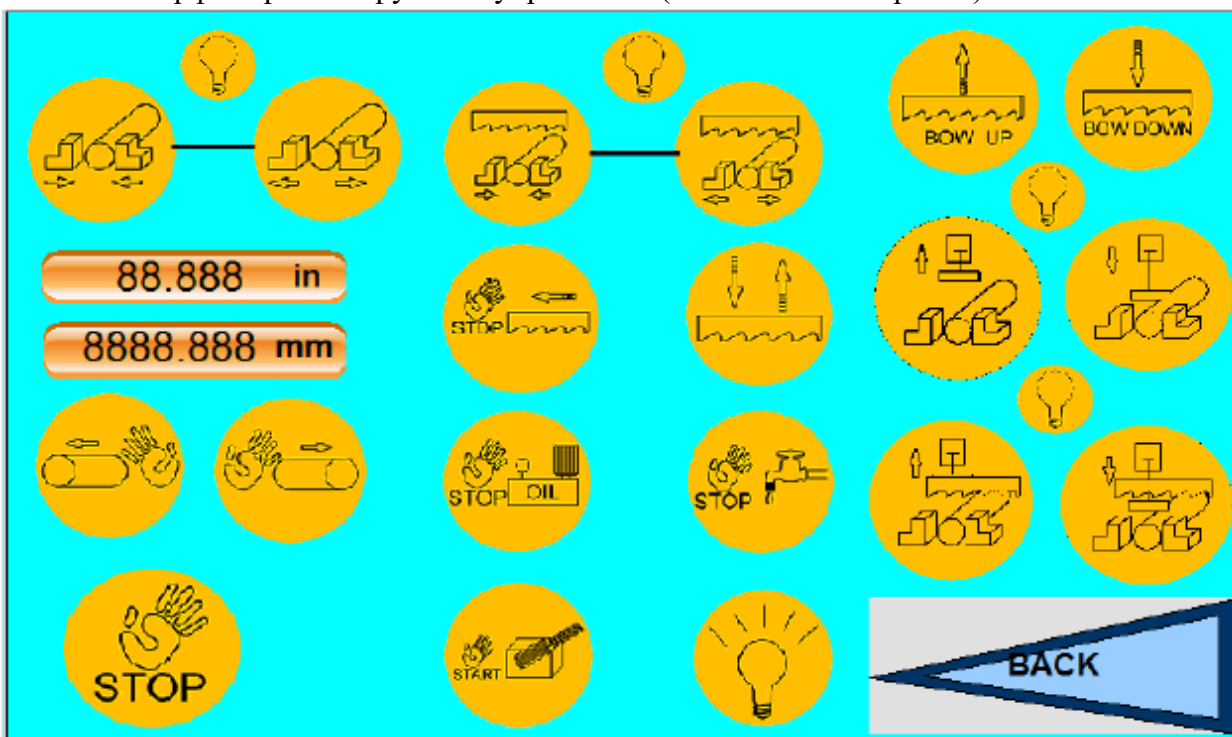

РИСУНОК 2
Нажмите кнопку режима ручного управления  в основном интерфейсе, чтобы войти в интерфейс режима ручного управления (как показано на рис. 2).
1) Нажмите кнопку режима ручного управления  в основном интерфейсе, чтобы войти в интерфейс режима ручного управления (как показано на рис. 2).